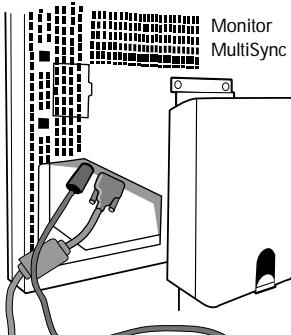

Figura C.1
4. **Para el MultiSync LCD1510, MultiSync LCD1510V:** Conecte el 15 pin mini D-SUB del cable de señal de video y del cable del Adaptador de CA a los conectores apropiados que hay en la parte trasera del monitor (Figura C.1).